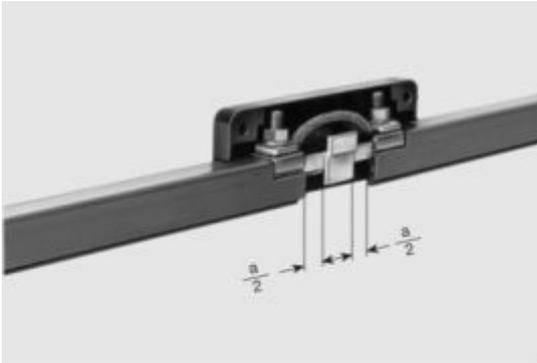

Рис. 9: Деталь расширения UDV 15/25 K
- Смонтировать деталь расширения с размером „а“ (рис. 9).